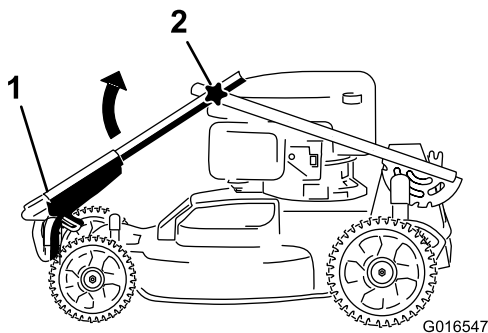
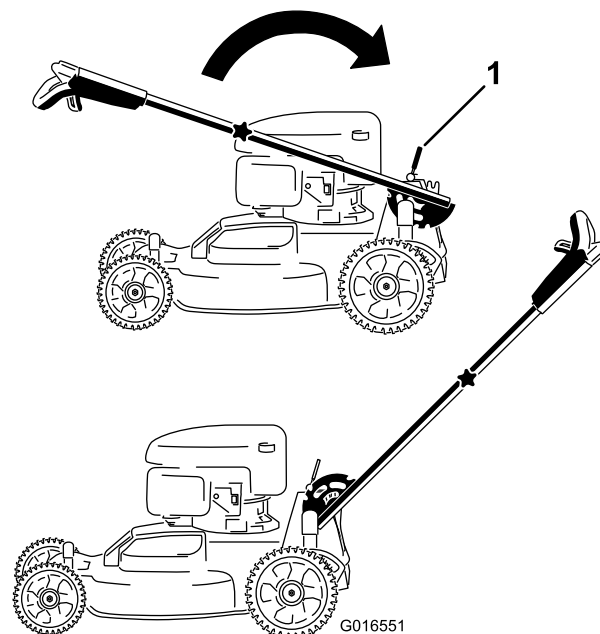

Figura 3
Figura 4
1. Gire el manillar superior hasta que se acople al manillar inferior (Figura 3) y apriete ambos pomos del manillar para bloquear el manillar superior en su lugar (Figura 4).
2. Suelte la palanca de bloqueo del manillar (Figura 4).
3. Tire del manillar hacia atrás y bloquéelo en esa posición (Figura 4).